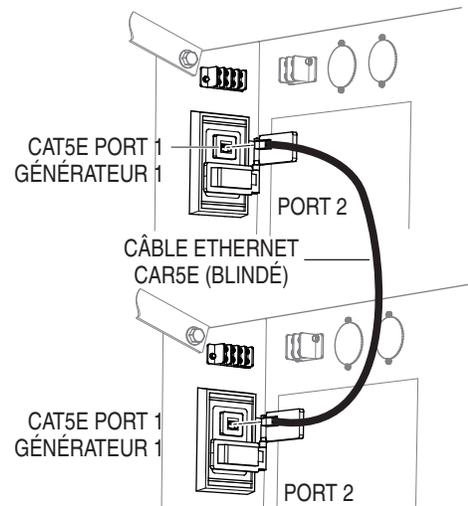

Figure 4. Connexion Ethernet du câble
1. Connectez un câble Ethernet CAT5E blindé entre le port 1 des deux générateurs, comme indiqué dans Figure 4.